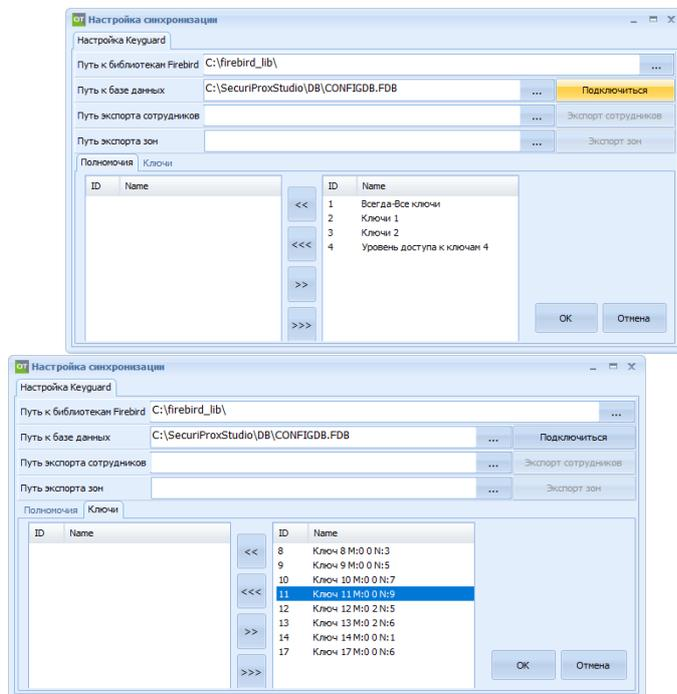

Рисунок 33.3 – Вкладка Полномочия и вкладка Ключи
- 4) На вкладках **Полномочия** и **Ключи** добавить переносом в левый список нужные полномочия и ключи и нажать кнопку ОК (рисунок 33.3).